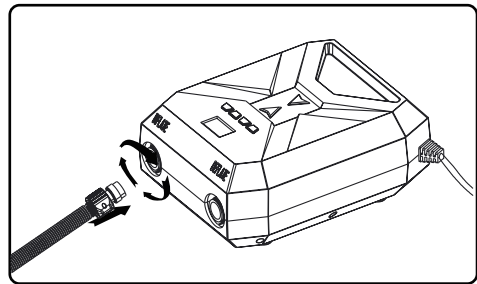

FIG 2
- Raccordez l'extrémité opposée du tuyau avec l'écrou à l'orifice de gonflage et verrouillez-le en tournant dans le sens des aiguilles d'une montre. (FIGURE 2).